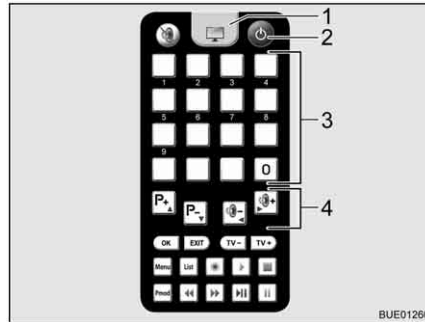

Fig. 38 Télécommande
- Appuyer sur la touche "⏻" (Fig. 38,2) de la télécommande. L'antenne satellite s'oriente à partir de la position rangée et se met en mode de recherche. Un signal acoustique retentit quand l'antenne a trouvé les satellites.
- Régler la station désirée au moyen des touches de mémoire (Fig. 38,3) ou de fonction (Fig. 38,4).